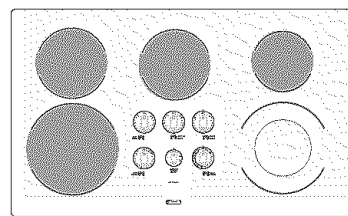

Figura 2
La tapa de la cocina de 36" tiene 4 elementos radiantes ÚNICOS superficiales: la posición DERECHA POSTERIOR, CENTRAL POSTERIOR, y ANTERIOR Y POSTERIOR IZQUIERDA (figura 2).
2. Oprima y gire la perilla de control superior en cualquier dirección el ajuste deseado (Figura 2). Gire la perilla para regular el ajuste, si lo desea. Comience la mayoría de las operaciones de cocción en un ajuste más elevado y luego gire a un ajuste más bajo para terminar de cocinar. Cada elemento superior proporciona una cantidad constante de calor en cada ajuste. Si el área de calor de color rojo radiante se extiende más allá del borde inferior del utensilio significa que ese utensilio es **demasiado pequeño** para el área de calefacción del elemento.